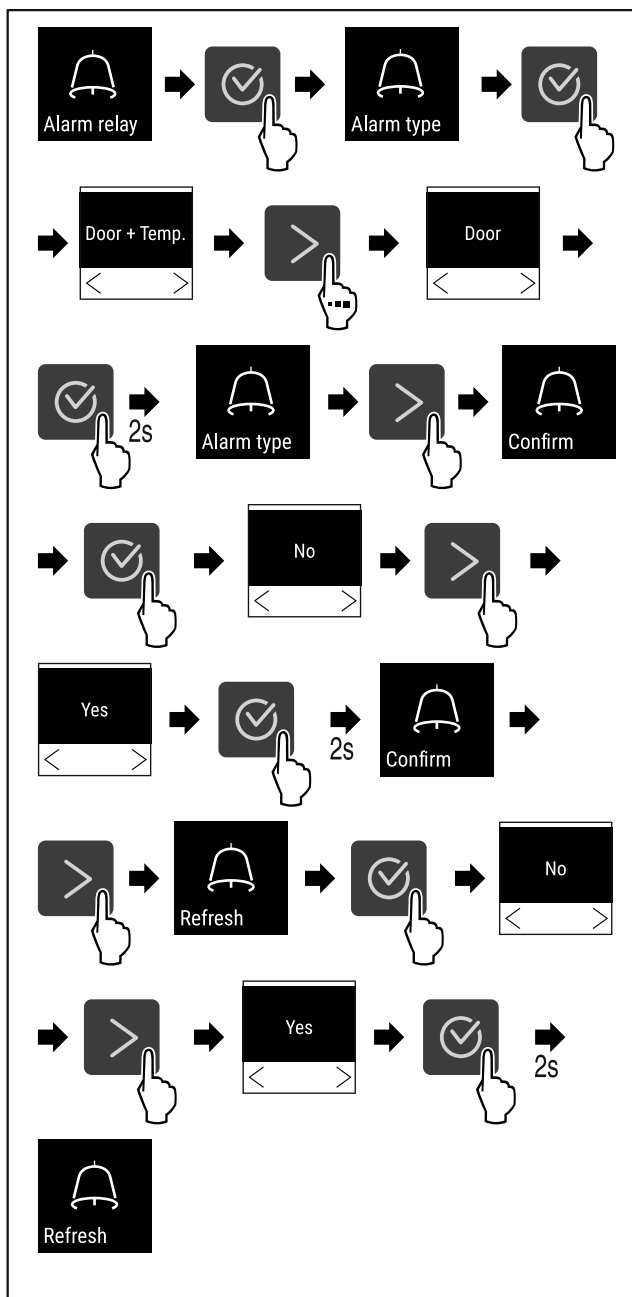

Fig. 114
- ▶ Stappen (zie Fig. 114) uitvoeren.